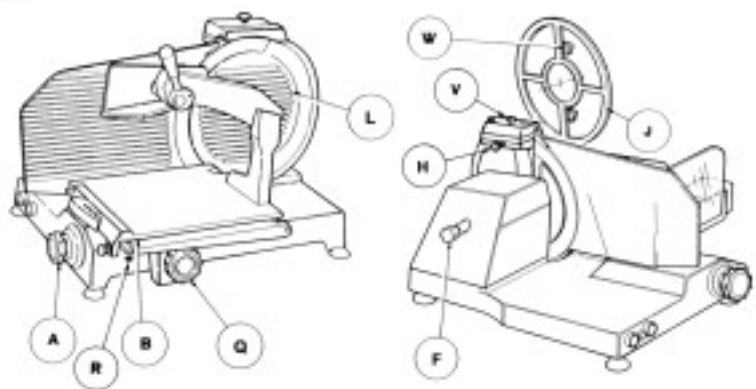
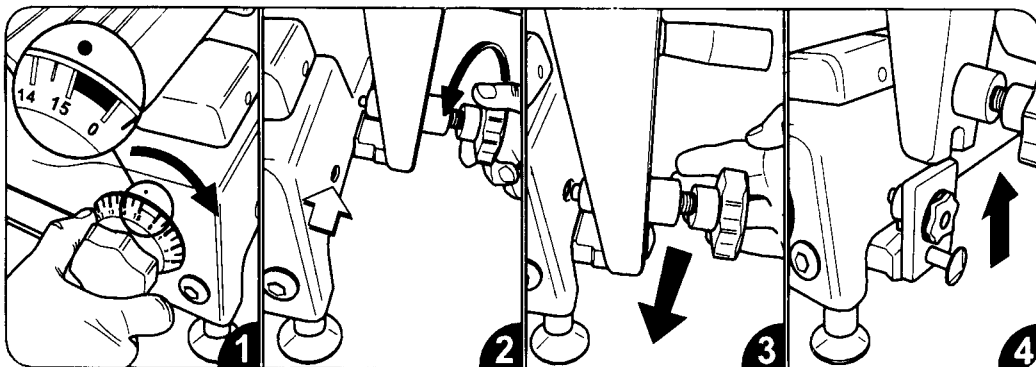

Fig. 2
Fig. 5
Nell'interesse dell'igiene, l'affettatrice deve essere mantenuta pulita. E necessario smontare e pulire la macchina alla fine della giornata lavorativa e ogni qualvolta si cambia tipologia di prodotto da affettare (es. da carne fresca a carne cotta) nella sequenza come da fig. 2.
5.1 Pulizia (Fig. 2 e Fig. 5)